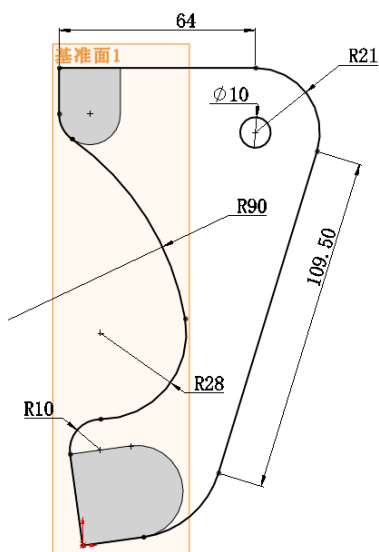

图 13-234 绘制草图 2
(5) 绘制草图 2。在左侧的“FeatureManager 设计树”中用鼠标选择“基准面 1”作为绘制图形的基准面。单击“草图”工具栏中的 (直线) 按钮、 (切线弧) 按钮、 (三点圆弧) 按钮和 (圆) 按钮, 绘制并标注草图如图 13-234 所示。